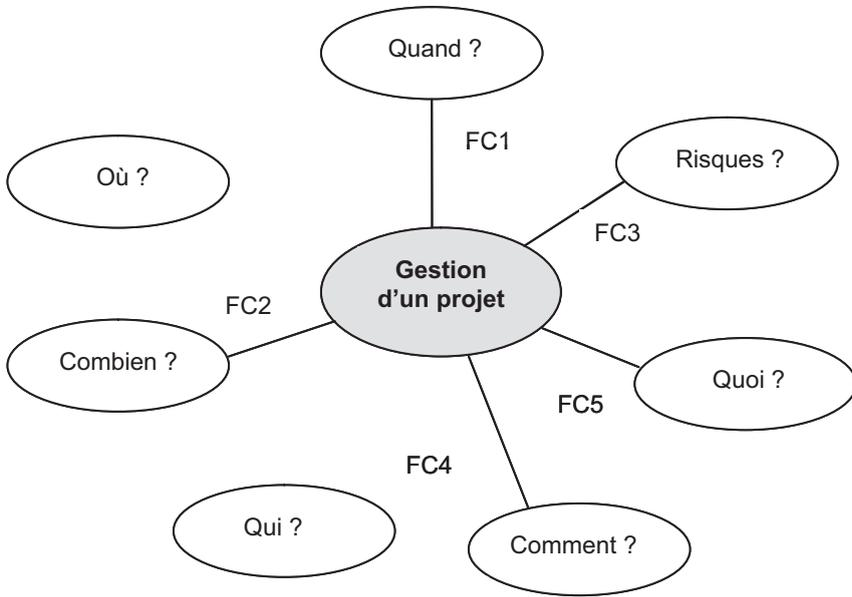

**Figure 3.2 « Pieuvre » fonctionnelle**
La pieuvre fonctionnelle (*Voir Figure 3.2*) identifie à quoi doivent répondre la structuration et la gestion d'un projet ; sans être exhaustive, elle identifie quelques interfaces entre les différentes questions – les fonctions principales (FP) –, que la méthodologie doit gérer.